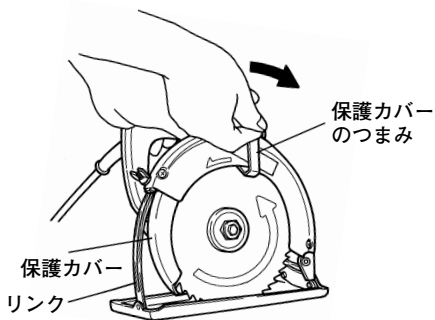

図 7
(2) 保護カバーのつまみを矢印の方向に押しながら(図7), 丸のこのリンク側がテーブルのホルダプレート側になるよう、向きを合せてセットします。